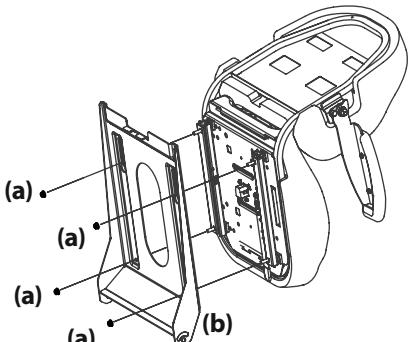

Figura 7
- Instale el asiento en la bandeja del asiento (b) con las tuercas de seguridad con reborde (a). Consulte la Figura 7.